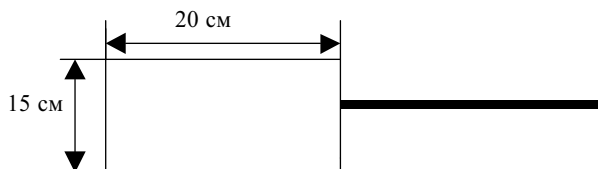

Рис. 2 Имитатор стандартной цели.
- введите внутрь охраняемого объема и перемещайте по направлению к охраняемым предметам со скоростью приблизительно 0,03 м/с имитатор стандартной цели (см. рис. 2) так, чтобы плоскость его панели была перпендикулярна оси ориентации АИ или АП;